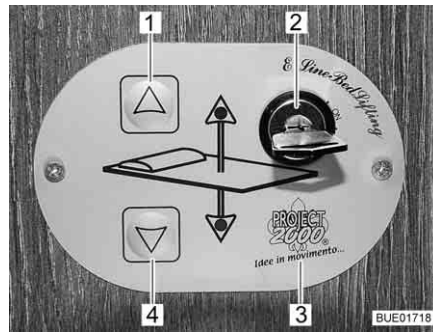

Fig. 107 Elemento de mando
Con las teclas (Fig. 107,1 y 4) en el elemento de mando (Fig. 107,3), se subirá o bajará la cama elevada. Con el interruptor llave (Fig. 107,2), se bloqueará el elemento de mando contra su utilización no autorizada.
- Girar la llave en el interruptor llave (Fig. 107,2). El elemento de mando (Fig. 107,3) está activado.
- Pulsar la tecla de flecha (Fig. 107,4) y mantenerla pulsada hasta que la cama elevada haya bajado a la posición deseada.
- Pulsar la tecla de flecha (Fig. 107,1) y mantenerla pulsada hasta que la cama elevada haya subido a la posición final.